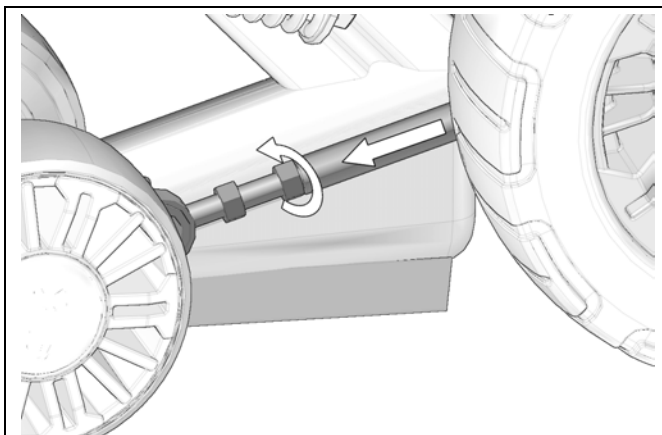

Figure 32
- Régler le tensionneur de la chenille au minimum. Voir la Figure 32.